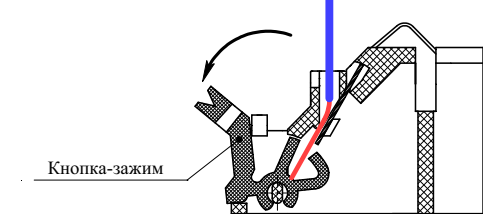

Рисунок 3
- Кнопки-зажимы контактов 3 и 4 (маркировка контактов выполнена на контактной группе) предназначены для подключения «–» ШС. В состоянии поставки кнопки-зажимы находятся в отжатом положении, освобождая каналы для ввода проводов (рисунок 3).